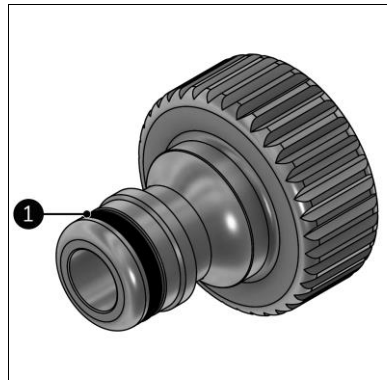

Abbildung 22
5. Tragen Sie Vaseline auf den O-Ring der Gartenschlauchkupplung (Abbildung 22, Pos. 1) auf.